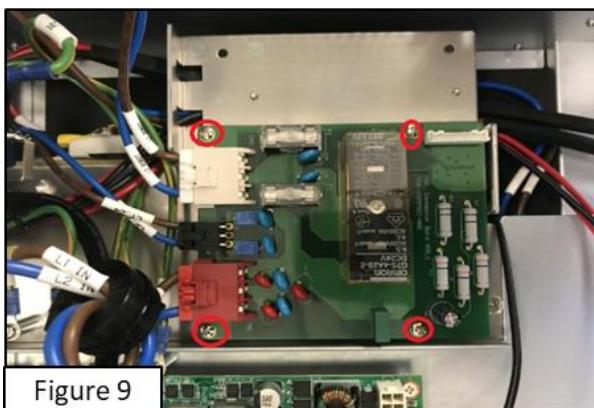

Figure 9
- 請依照前述的操作步驟拆卸連接器板(見 Figure 9)。